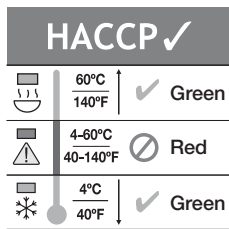

Figure 7
- La LED rouge indique que l'aliment a une température dangereuse selon les directives HACCP (entre 4°C et 60°C). Cette plage de température favorise la prolifération de bactéries (**Figure 7**).